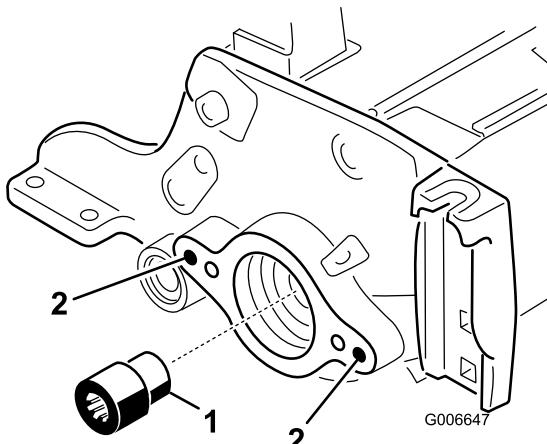

Bild 22
19. Nehmen Sie mit dem Werkzeug für die Spindelantriebswelle, Bestellnummer TOR 4074, den Keileinsatz vom Spindelmotorende der Spindelwelle ab (Bild 22). Verwenden Sie das Werkzeug für die Spindelantriebswelle, Bestellnummer TOR4112, für die Modelle 03665 und 03666 und das Werkzeug für die Spindelantriebswelle, Bestellnummer TOR4074, für die Modelle 03685 und 03686. Entfernen Sie alle Schmiermittellrückstände aus dem Gewindeloch, in das der Keileinsatz eingesetzt war.
20. Montieren Sie den neuen (längeren) Keilansatz an der Spindelwelle (Bild 22). Schmieren Sie Loctite auf den Einsatz, bevor Sie ihn einbauen. Ziehen Sie auf 115 bis 129 Nm an.